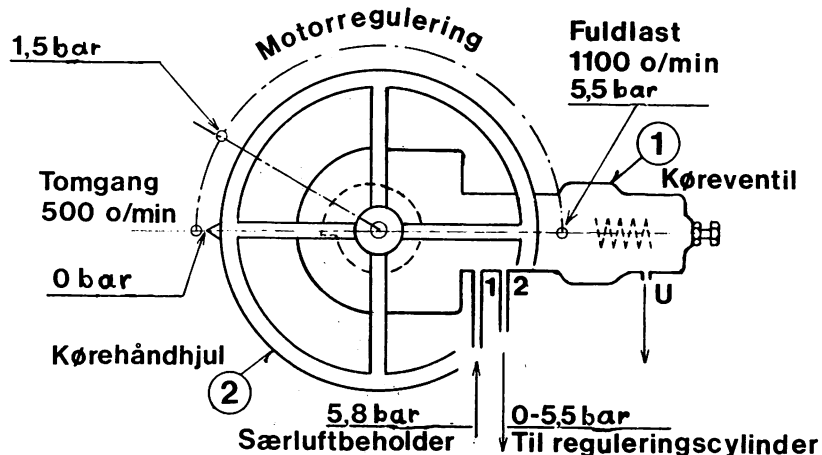

Fig 4.7 Betjening af køreventil
Brændoliepumpernes fyldningsgrad reguleres med trykluft over køreventilen (1) anbragt under førerbordet nærmest dieselmotoren – se fig 4.7.